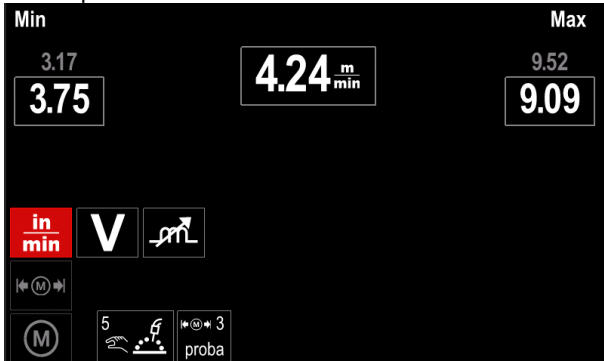

Figura 39
- La Figura 39 mostra l'effetto della modifica dei valori dei parametri.